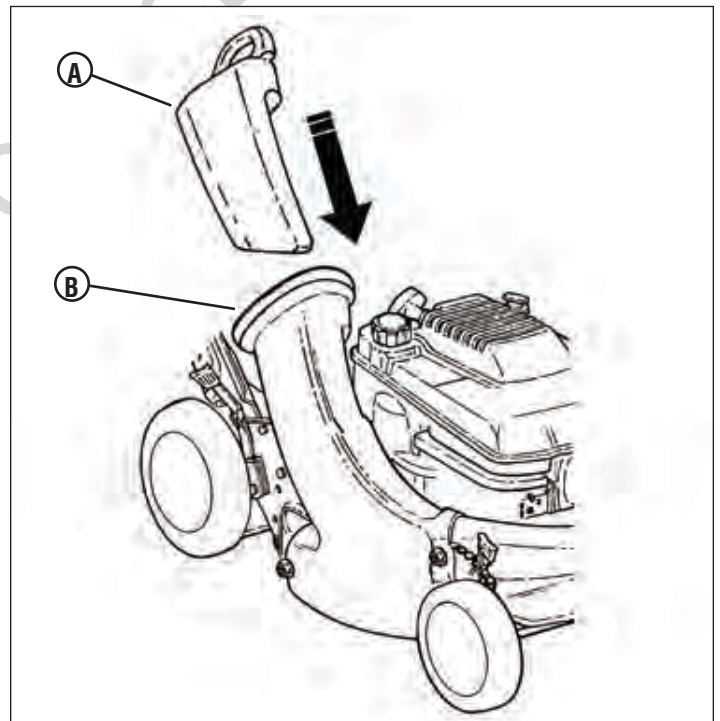

Figure 18
- Insérer la prise de recyclage (A, Figure 18) complètement et la fixer à l'adaptateur (B).